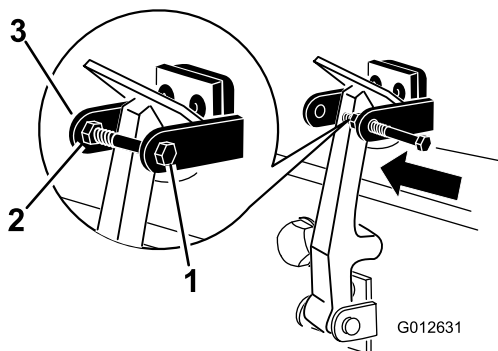

Figura 6
8. Avvitare il bullone nell'altro braccio della staffa di chiusura del cofano per fissare il fermo in posizione (Figura 6).